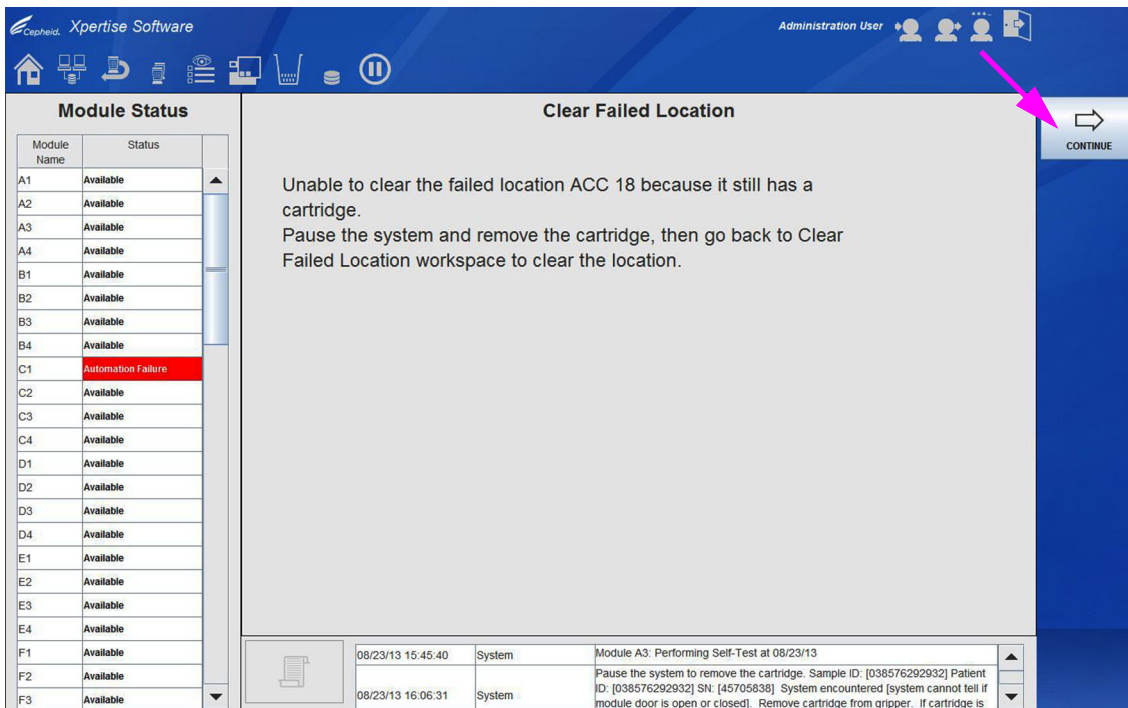
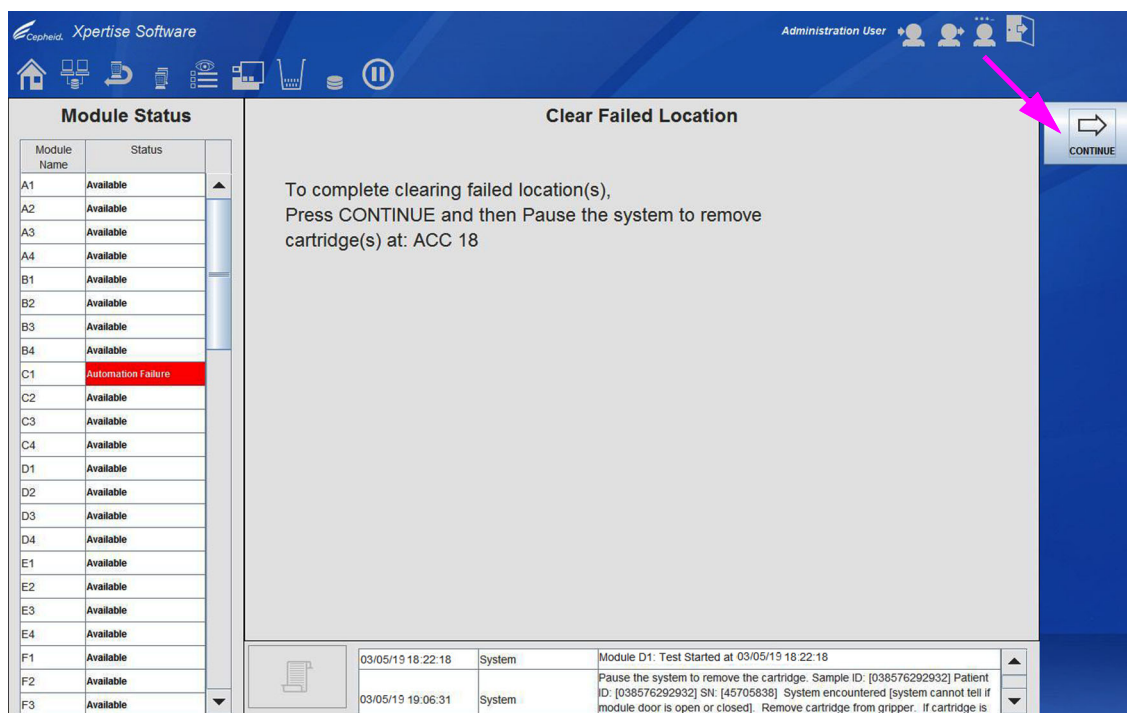

图 9-91. 指示暂停的清除故障位置 (Clear Failed Location) 工作区
图 9-92. 指示继续的清除故障位置 (Clear Failed Location) 工作区
如果在该故障位置有检测盒，选择**有检测盒 (HAS CARTRIDGE)** 按钮。系统将提示您稍后需要清除该位置的检测盒，然后继续到下一个选中位置。请参见图 9-91。
6. 选择继续 (CONTINUE) 按钮 (请参见图 9-91)。以下工作区指示您选择继续 (CONTINUE)，然后暂停系统以取出检测盒。请参见图 9-92。
7. 在图 9-92中显示的清除故障位置 (Clear Failed Location) 工作区中选择**继续 (CONTINUE)** 按钮。